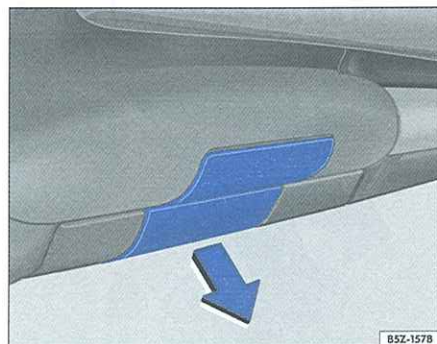

Fig. 140 Puntos de recepción del gato
1. Ubique el punto de recepción del gato ⇒  lo más cercano posible de la rueda que se pretende cambiar. Los 4 puntos son identificados por la cubierta removible de las taloneras exteriores ⇒ fig. 140.
El gato sólo puede aplicarse en los puntos de recepción indicados ⇒ fig. 140.
- En la versión CrossFox, coloque la cubierta removible de la talonera exterior, situando primero su parte superior ⇒ página 192, fig. 140 y a continuación, presionando la parte inferior hasta encastrarla.